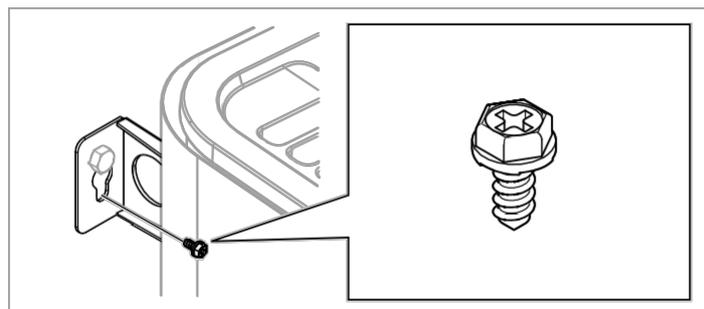

Figura 11: Vite di bloccaggio per la staffa
9. Bloccare il riscaldatore in posizione con la vite di bloccaggio, vedi Figura 11.